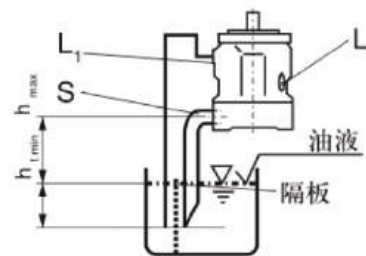

图2
B) 如最低油液面低于泵的安装面；如图2所示对油口“L”和“S”进行布管。在1.2.1的条件下，关闭油口“L”
安装前在泵壳体内注满油液，并保持水平位置。高于油箱的安装参见图2。